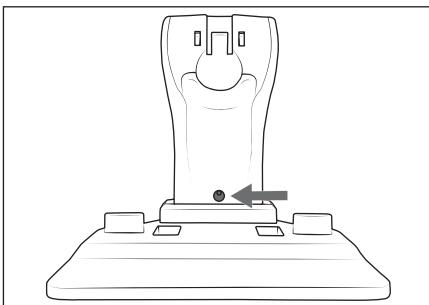

Abb. 1
- 1) Benutzen Sie die Öffnung in der Gerätehalterung ㉐ zum Anzeichnen des Bohrlochs an der Wand (Abb. 1).
- 3) Stecken Sie den Hohlstecker ⑯ des Netzteils ⑯ in die Ladebuchse ㉑ an der Unterseite der Ladestation ㉒. Führen Sie das Kabel des Netzteils ⑯ durch eine der seitlichen Aussparungen an der Rückseite der Ladestation ㉒, je nachdem an welcher Seite die Netzsteckdose liegt.
- 4) Setzen Sie die Schraube in die Öffnung in der Gerätehalterung ㉐ (Abb. 1) und schrauben Sie diese mit einem Kreuzschlitzschraubendreher in den Dübel.
- 3) Stecken Sie die Schraube **12** wieder in die Schrauböffnung hinten am Stiel **11**. Ziehen Sie die Schraube **12** mit einem Kreuzschlitzschraubendreher im Uhrzeigersinn fest (Abb. 1).